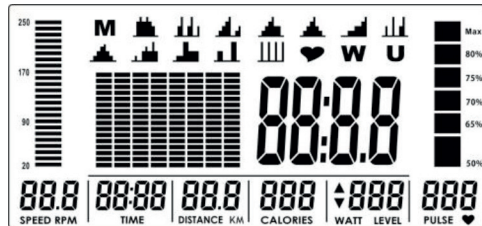

Abbildung 1
1. Schließen Sie die Stromversorgung an, der Computer schaltet sich ein und zeigt 2 Sekunden lang alle Segmente auf dem Display an (Abb.1).